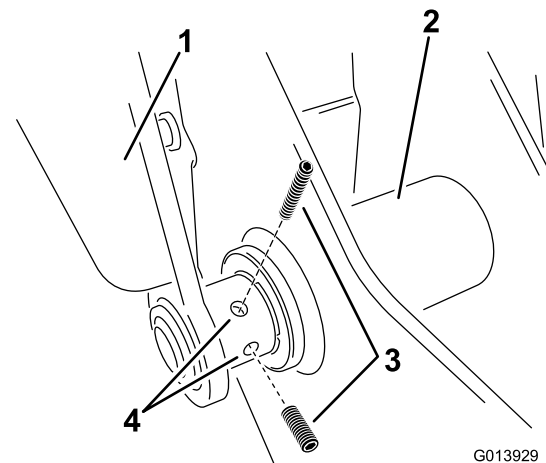

図 6
17. 左アームの下側ヒンジ部に固定ねじを取り付ける（図 6）。